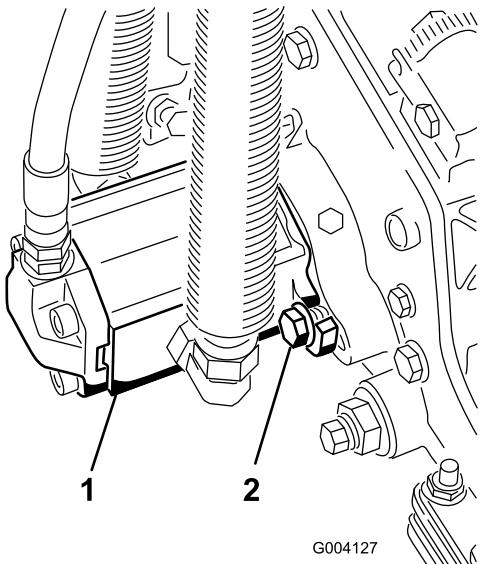

Рисунок 14
16. Установите двигатель, повернув его по часовой стрелке, чтобы фланцы двигателя не закрывали болты (Рисунок 14). Поверните двигатель против часовой стрелки, пока фланцы не окружат болты, затем затяните болты.